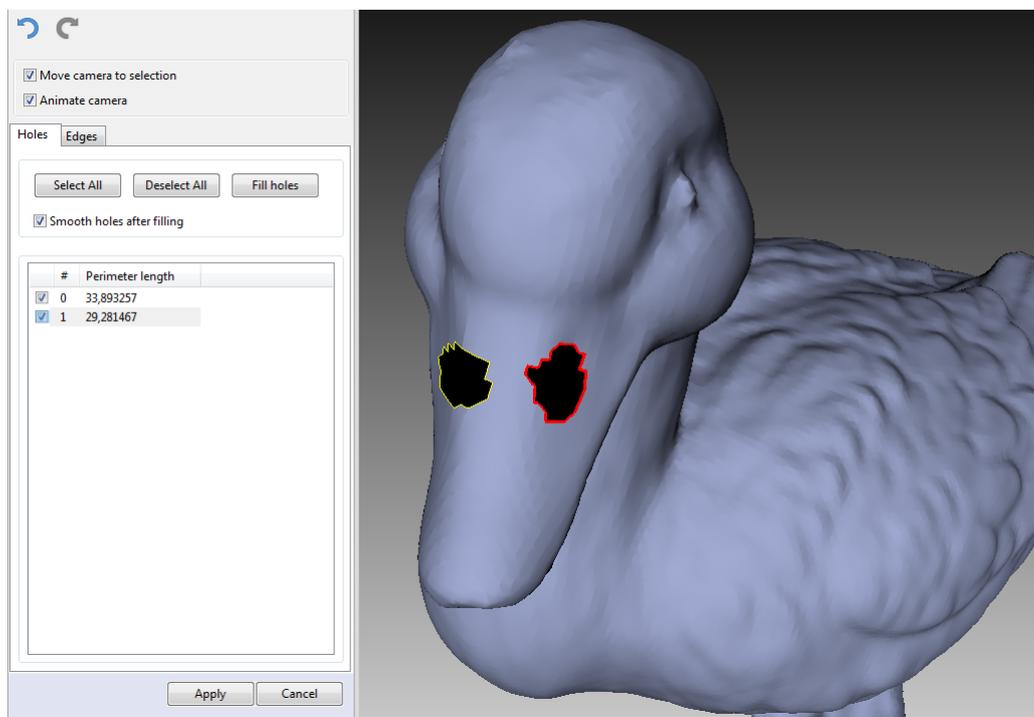

Abbildung 89: Zwei Löcher zur Korrektur selektiert.
- Das Kontrollkästchen neben jedem Rand anschalten, der korrigiert werden soll. Diese Ränder werden im Fenster *3D-Ansicht* in Rot hervorgehoben (siehe Abb. 89).